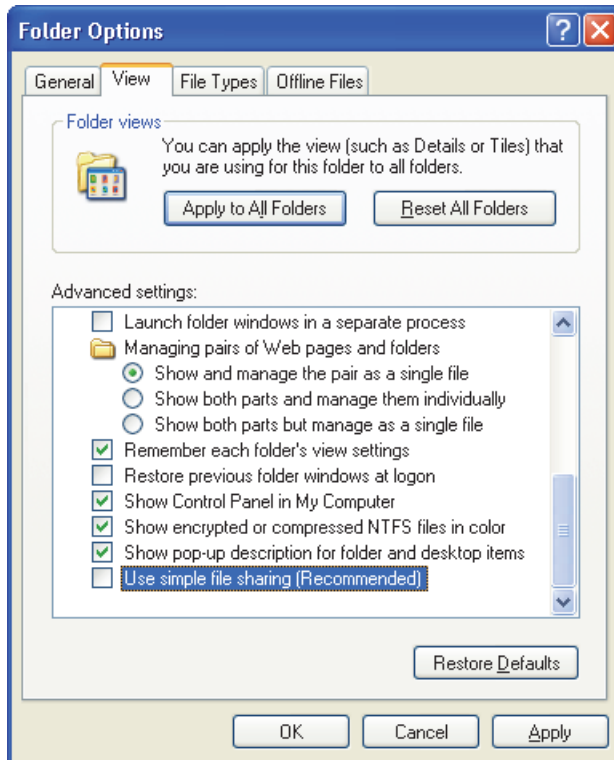

Рис. 7-14 Окно Свойства папки (Windows XP)
- c) В диалоговом окне **Folder Options** щелкните на вкладке **View** (см. Рис. 7-14 на стр. 227).